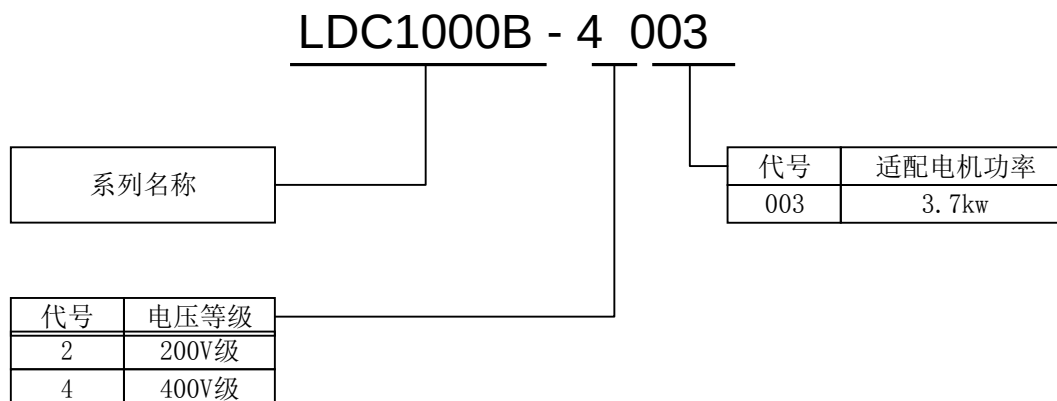

图 2.1
2.1.1 LDC1000B 系列电梯一体化驱动控制器的型号命名规则见图 2.1 所示：